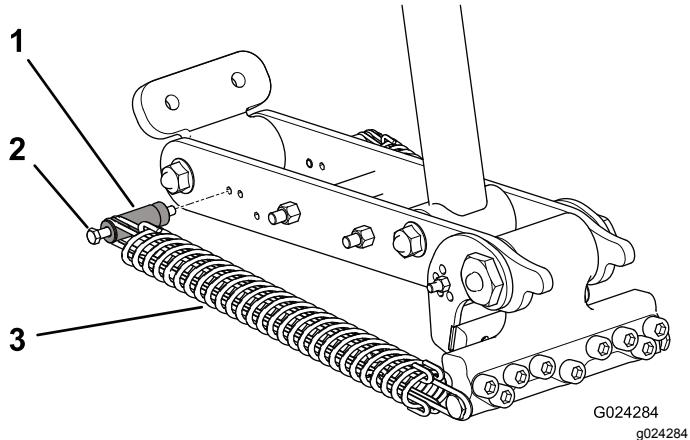
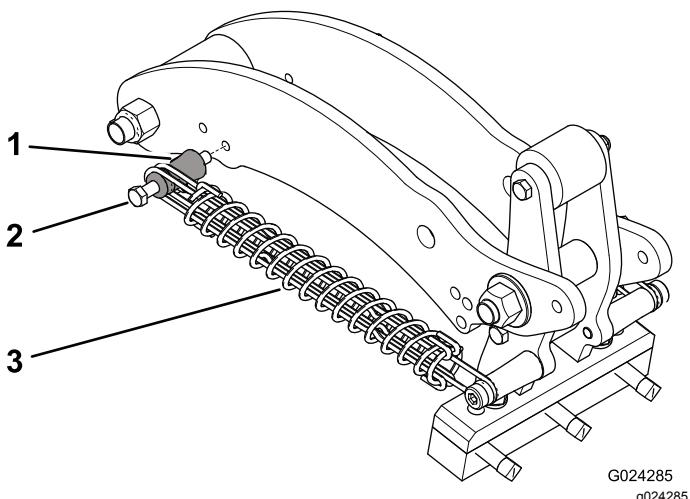

Figure 42
Figure 43
4. Retirez l'écrou qui fixe le boulon du montant de ressort au bras d'attelage (Figure 42 ou Figure 43).
5. Retirez le boulon de montant et le montant du bras d'attelage et réinsérez-les dans l'autre trou de réglage (Figure 42 ou Figure 43).